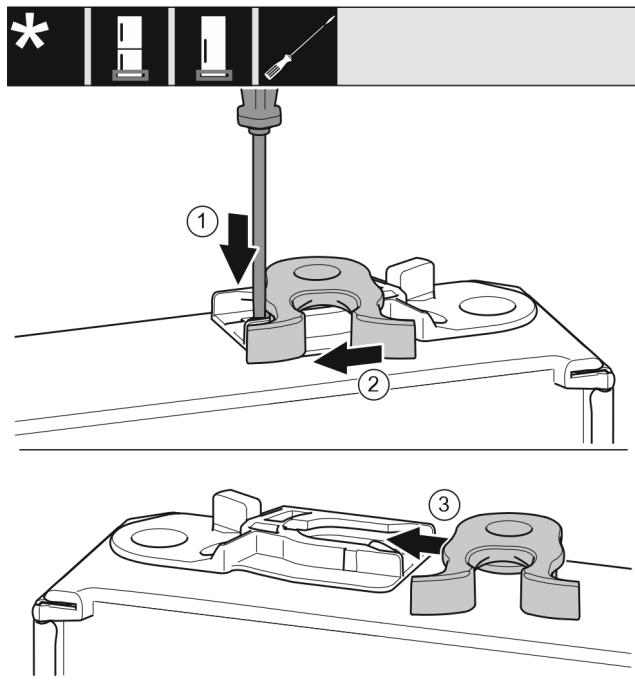

Fig. 19
- ▶ Πιέστε το αυτάκι με ίσιο κατσαβίδι προς τα κάτω. *Fig. 19 (1)*
- ▶ Τραβήξτε το άγκιστρο κλεισίματος από τον οδηγό. *Fig. 19 (2)*
- ▶ Ωθήστε το άγκιστρο κλεισίματος στην άλλη πλευρά στον οδηγό. *Fig. 19 (3)*